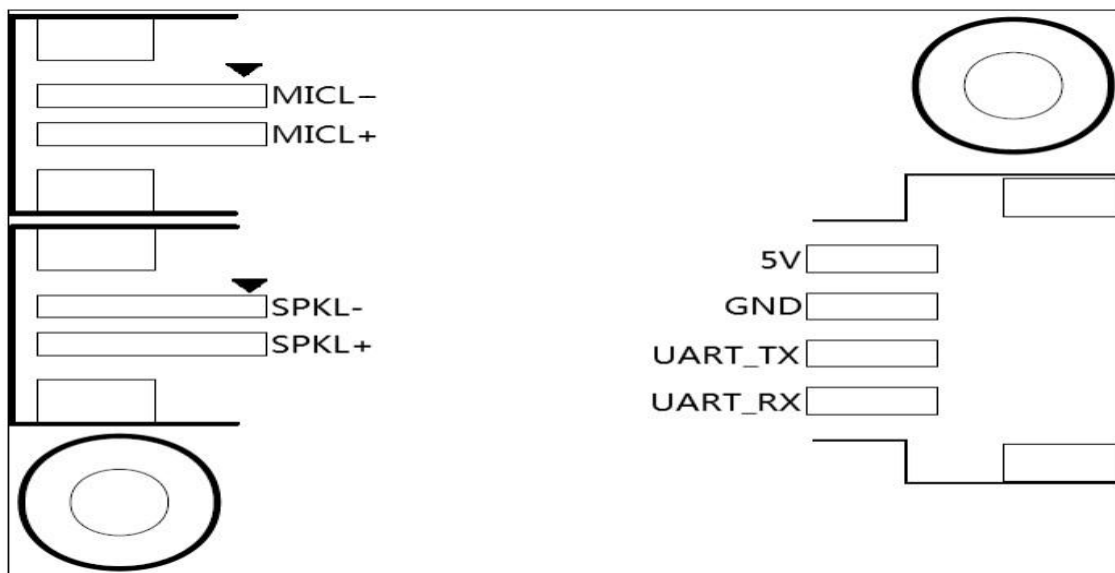

图 6 模块引脚图本模块有以下功能接口：
3. 四线供电和 UART 接口，采用 2.5mm 间距母口，引脚顺序请参考图 6。该接口中的 UART 引脚除了做串口通讯功能外，也可以配置为 GPIO 口。